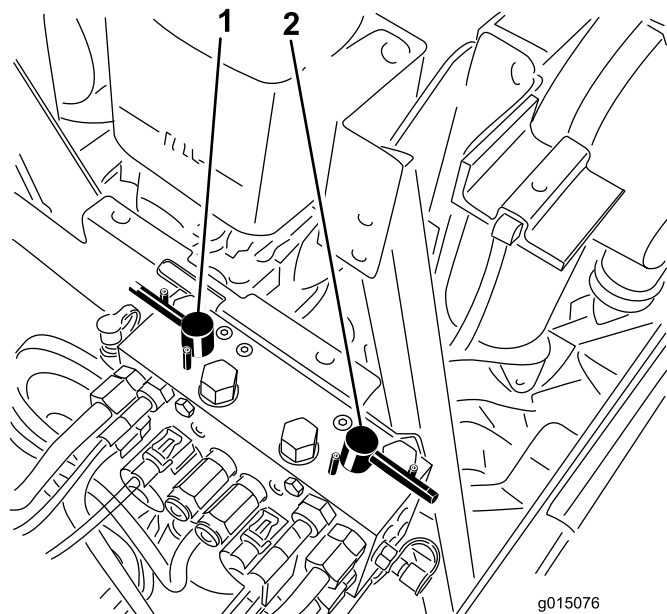

図 103
4. バックラップレバーで、前のカッティングユニット又は後ろのカッティングユニット、あるいは両方を選択する図 103。